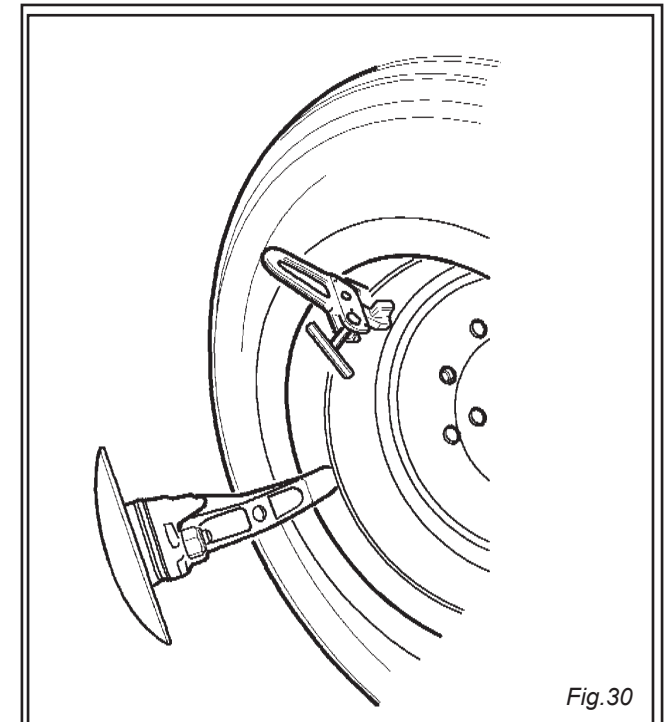

Fig.30
14) Die Zange kaum auf das Spitzwerkzeug stellen (Abb.30)